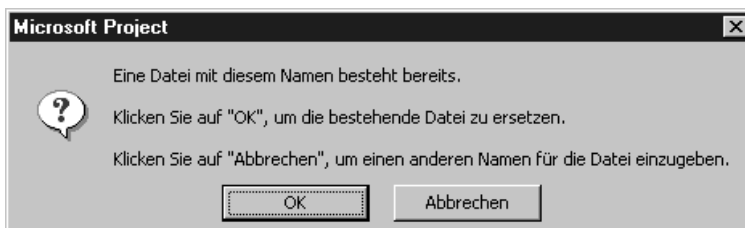

Abbildung 19.7:
3. Wenn Sie Ihre HTML-Datei schon früher gespeichert haben, wird das nachstehende Dialogfeld geöffnet (siehe Abbildung 19.7). Um die bestehende Datei mit der neuen Datei zu überschreiben, klicken Sie auf OK.